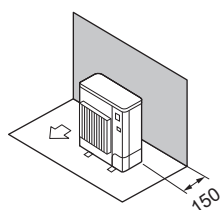

Fig. 2-7
- (1) Enbart hinder på baksidan (Fig. 2-7)